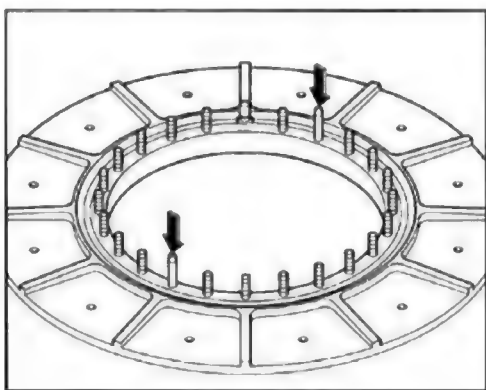
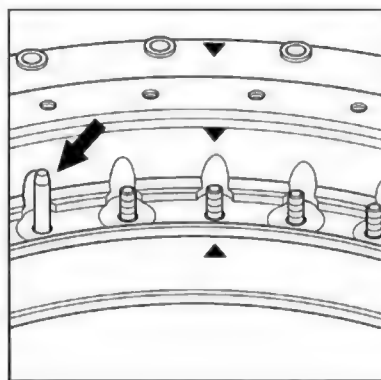

图 23
图 24
(1) 钟罩箱盖扣合前，擦净油室支撑法兰的密封表面(图 23)，法兰上铺放好密封圈。
(2) 将钟罩箱盖吊到变压器器身上方，扣合钟罩箱盖。
(3) 安装开关头前，先擦净密封面(开关头下沿，安装法兰)。在安装法兰上铺放耐油密封垫。
(4) 把分接开关头安放到安装法兰上，注意两个定位杆的位置(图 24)和支撑法兰与开关头上的标记(图 24)。这两个标记对正就可保证开关头安装位置正确。根据最终高度的不同，有载开关头和支撑法兰之间要留出 5-20mm 的间隙。